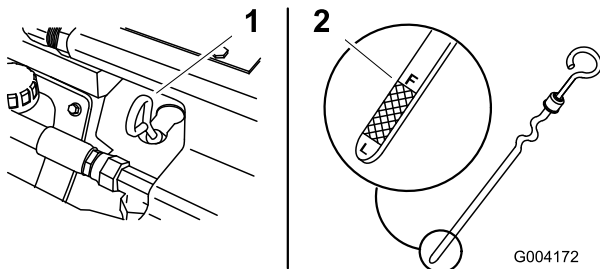

Bild 14
4. Reinigen Sie den Bereich um den Ölpeilstab (Bild 14).
5. Ziehen Sie den Peilstab heraus und wischen Sie das Metallende ab (Bild 14).
6. Schrauben Sie den Ölpeilstab vollständig in das Peilstabrohr (Bild 14).